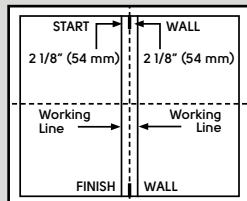

Abb. 2
2. Messen Sie 54 mm links und rechts der Mittelmarkierung an beiden Raumenden und verbinden Sie die Punkte mit je einer Kreidelinie (Abb. 2).